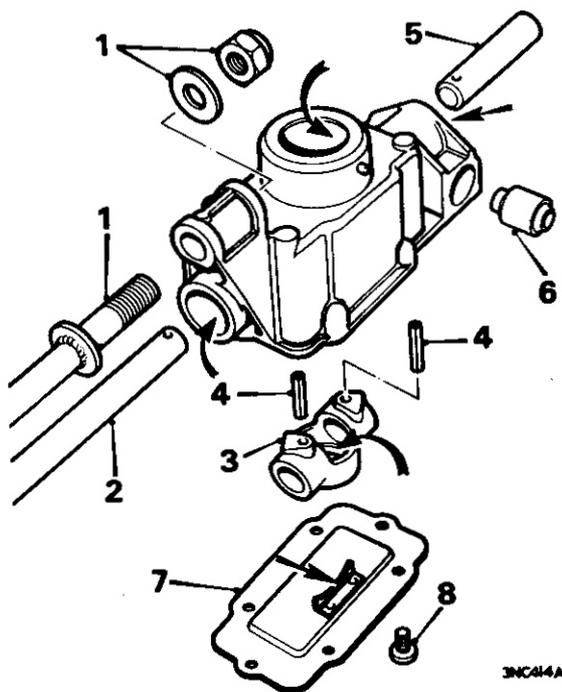

Fig. F.11
13. Spalmare con un pennello 14 gr di grasso Duckhams Laminoid "0" sui seguenti particolari (contrassegnati da frecce nella Figura F.11) durante la ricomposizione del complessivo:-